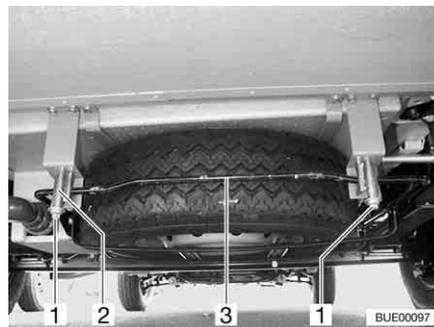

Bild 296 Ersatzrad-Halterung (Aufnahmekorb)
- Muttern (Bild 296,1) am rechten und linken hinteren Haken (Bild 296,2) der Ersatzrad-Halterung lösen.
- Bügel (Bild 296,3) leicht nach oben drücken. Gleichzeitig Haken nach unten ziehen und Bügel aushängen.